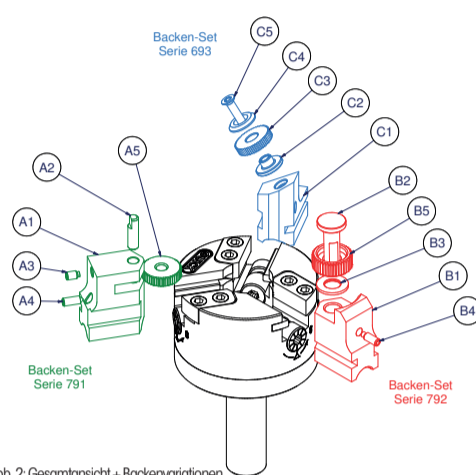

Abb. 2: Gesamtansicht + Backenvarianten
Laufstift (Abb. 2, Pos. A2), Bundbolzen (Abb. 2, Pos. B2), Rändelrad (Abb. 2, Pos. A5 + Pos. B5 + Pos. C3), Laufbuchse bzw. Laufscheibe (Abb. 2, Pos. C2 + Pos. B3) und Senkschrauben (Abb. 2, Pos. C5) sowie Rändelräder (Abb. 2, Pos. A5 + B5 + C5) nach angemessenen Zyklen wechseln – spätestens bei erheblichem Verschleiß oder abweichenden Prozessparametern. Ein ausreichender Zufluss von Kühlmittel oder Schneidöl wird empfohlen!
- Sollten sich bei der Verwendung von Serie C693 die Schrauben (Abb. 2, Pos. C5) während des Prozesses lösen, wird die Verwendung von Schraubensicherung LockTite hochfest empfohlen.
Den Gewindestift (Abb. 2, Pos. A3) lösen und den hinteren Gewindestift (Abb. 2, Pos. A4) hineindrehten, sodass der Laufstift (Abb. 2, Pos. A2) entnommen werden kann. Anschließend das Rändelrad (Abb. 2, Pos. A5) wechseln und mit dem Laufstift in der Nut fixieren. **Beachte:** Den zuvor eingedrehten Gewindestift (Pos. A4) um den eingedrehten Gewindengang wieder herausdrehen. Spannfläche des Laufstiftes so ausrichten, dass dieser nach dem Festziehen des vorderen Gewindestiftes (Pos. A3) gespannt wird.
Den Gewindestift (Abb. 2, Pos. B4) lösen und den Bundbolzen (Abb. 2, Pos. B2) samt Rändelrad (Abb. 2, Pos. B5) und Laufscheibe (Abb. 2, Pos. B3) entnehmen. Neues Rändelrad mit der Laufscheibe auf den Bundbolzen setzen und diesen mit dem Gewindestift in dem Rändelträger festspannen. Spannfläche der Bundbolzen so ausrichten, dass dieser durch den Gewindestift gespannt wird.
Die Tonnschraube (Abb. 2, Pos. C5) vollständig lösen und die Deckscheibe (Abb. 2, Pos. C4) samt Rändelrad (Abb. 2, Pos. C3) sowie Laufbuchse (Abb. 2, Pos. C2) entnehmen. Anschließend neues Rändelrad auf die Laufbuchse setzen und mit der Tonnschraube fest mit der Backe (Abb. 2, Pos. C1) verschrauben. **Beachte:** Drehmomentangaben nach Tabelle 3, Kapitel 7.